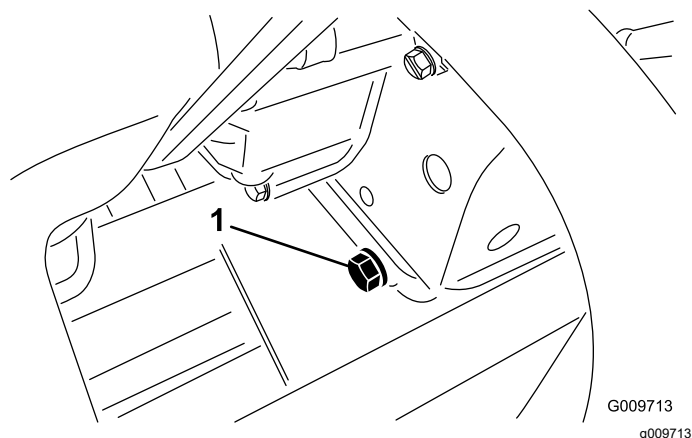

Figura 91
2. Retire el tapón de vaciado (Figura 91) y deje fluir el aceite a un recipiente apropiado.